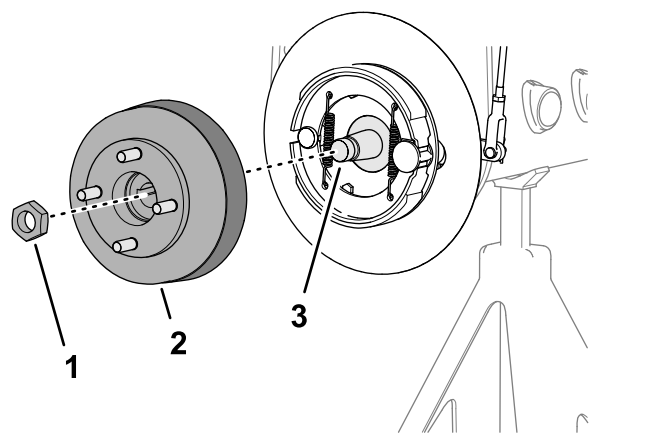
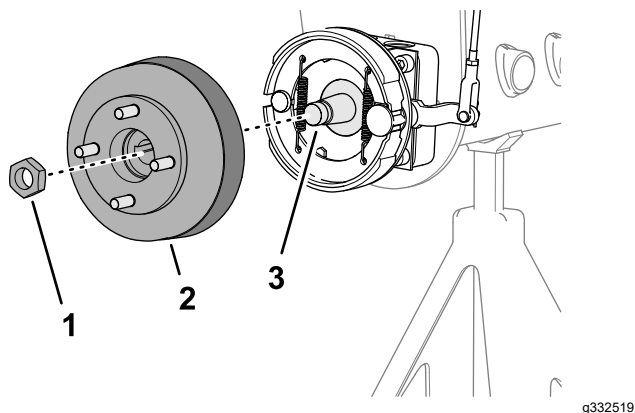

図 78
図 77
4. 所定のホイールハブ プラーを使用してホイールハブとブレーキドラムをホイールモータのシャフトから抜き取る 図 77 または 図 78。
1. ハブをホイールモータのシャフトに固定しているロックナットを外す 図 77 または 図 78。